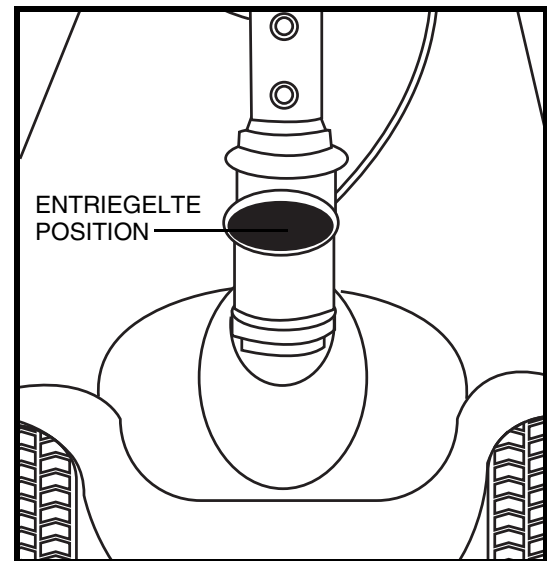

Abb. 23. Lenkersicherungshebel (Entriegelt)
6. Entsichern Sie das Vorderrad, indem Sie den Lenkersicherungshebel 90° gegen den Uhrzeigersinn drehen. **Siehe Abb. 23.**